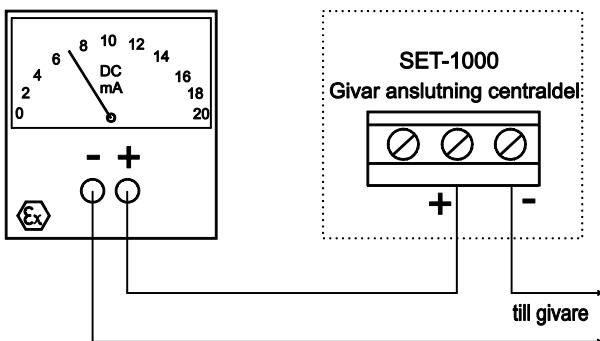

Bild 8. Mätning av strömmen i givaren
3.3 Anslut mA-mätaren som i bild 8.